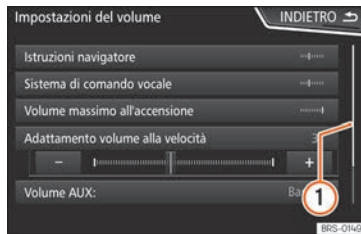

**Fig. 177** Voci di un elenco di un menu di impostazioni.
La barra di scorrimento appare a destra e le sue dimensioni dipendono dal numero di voci dell'elenco » fig. 177 ①.